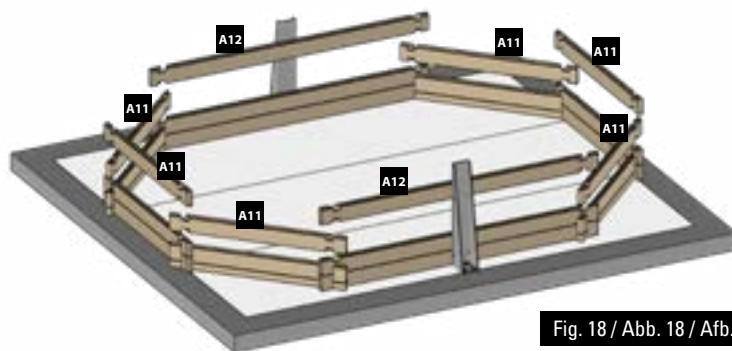

Fig. 18 / Abb. 18 / Afb. 18
3rd LAYER OF BOARDS: Install the third layer of boards as shown in figure 18. The position of the refilling fitting with the key and the skimmer should be defined at the start of the assembly (read the specific paragraphs).
3ÈME RANGÉE MADRIERS : Positionnez les madriers de la 3ème rangée conformément à la figure 18. Vous devez avoir déterminé l'emplacement de la buse de refoulement et du skimmer dès le début du montage (voir paragraphes spécifiques).
3. BRETTERREIHE: Platzieren Sie die Bretter der dritten Reihe laut Abb. 18. Zu Beginn der Montage müssen Sie die Lage des Druckventils und des Skimmers festlegen (lesen Sie hierzu die entsprechenden Abschnitte).
3ª RIJ PLANKEN: Plaats de planken van de derde rij zoals te zien is op afbeelding 18. U moet al bij aanvang van de montage bepalen op welke plaats het uitstroommondstuk en de skimmer moet komen (less de betreffende paragrafen).